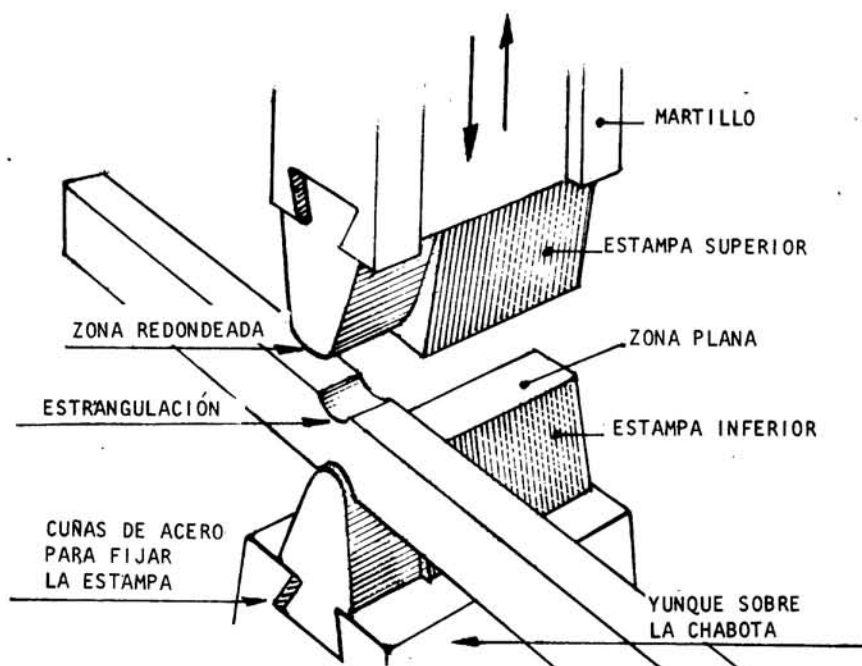

Fig. 1
- 1) Apoye la barra transversalmente a la estampa en la zona redondeada (fig. 1).